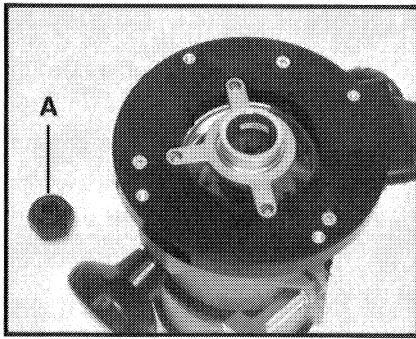

Fig. 4
2. Posicione el conjunto de guía de plantilla y accesorio de inserción en las tres depresiones que se encuentran en la parte inferior de la base de aspiración (ver la Fig. 4) y fíjelo con tres tornillos No. 4-40 x  $\frac{1}{4}$ " del paquete de tornillería.
En los modelos de fresadora equipados con una tuerca de retención del portaherramientas grande (A), Fig. 4, el ajuste de profundidad de la fresadora puede graduarse para poner el chaflán de la tuerca de retención del portaherramientas en contacto con el chaflán de la tuerca de retención de la guía de plantilla. Esto proporcionará una alineación precisa de la guía con el portaherramientas.
En los modelos de fresadora que NO están equipados con una tuerca de retención del portaherramientas grande (A), Fig. 4, la alineación debe realizarse visualmente.